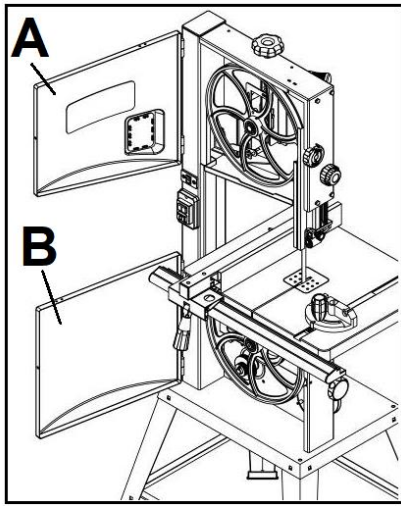
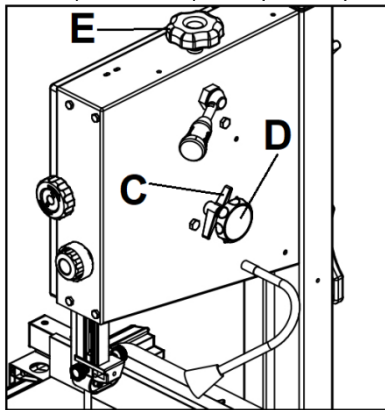
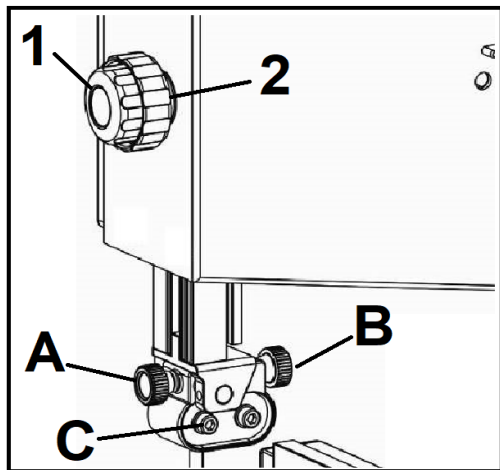

Рисунок 14
Рисунок 15
Рисунок 17
Если пильная лента не движется по центру резинового обода, ход ее необходимо откорректировать, отрегулировав наклон верхнего шкива пильной ленты. Откройте верхнюю и нижнюю дверцы (А, В, Рис. 14). Ослабьте ручку фиксатора регулировки хода, вручную вращайте верхний шкив, не касаясь пильной ленты. Поверните ручку регулировки (D, Рис. 15) по часовой стрелке или против часовой стрелки до тех пор, пока пильная лента не будет двигаться по центру резинового обода. После регулировки снова затяните ручку фиксатора регулировки хода (С, Рис. 15) и закройте крышку.
**МЕДЛЕННО** поверните ручку регулировки хода (D, Рис. 15), одновременно вращая верхний шкив. Поворот ручки регулировки хода по часовой стрелке (если смотреть с задней стороны станка) приведет к тому, что пильная лента будет смещаться в направлении задней части станка; поворот ручки против часовой стрелки приведет к тому, что лента будет смещаться в направлении передней части станка.
- Поворачивая ручку регулировки (Е, Рис. 15) по часовой стрелке, можно увеличить натяжение пильной ленты.
- Поворачивая ручку регулировки (Е, Рис. 15) против часовой стрелки, можно ослабить натяжение пильной ленты.
Установите верхнюю направляющую пильной ленты с помощью ручки регулировки (2, Рис. 17) на желаемую высоту, ослабив фиксирующую ручку (1, Рис. 17). После регулировки снова затяните фиксирующую ручку.
- Ослабьте ручку (А) и отрегулируйте подшипниковый узел так, чтобы боковые подшипники располагались на расстоянии 1-2 мм от впадины зуба полотна (изогнутая область в основании зуба). Снова затяните ручку (А, Рис. 17).
- Ослабьте ручку (В, Рис. 15) и установите упорный подшипник в положение 0,4 мм от задней кромки ленты. Снова затяните ручку (В, Рис.17).
- Ослабьте болт (С, Рис. 17) и отрегулируйте боковые направляющие подшипники в положение 0,1-0,2 мм от ленты. Снова затяните болт (С).